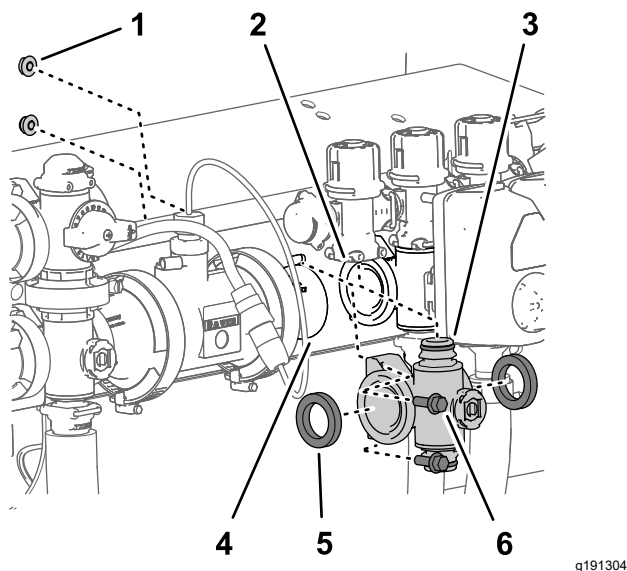

Bild 122
Bundkopfschrauben ($\frac{1}{4}'' \times \frac{3}{4}''$) und die zwei Sicherungsbundmutter ($\frac{1}{4}''$), mit denen der Abschnittventilverteiler an der Ventilstütze befestigt ist (Bild 122).
5. Schieben Sie den Abschnittventilverteiler und die Dichtungen nach unten, um einen Abstand zum Abschnittsicherheitsventil zu erhalten; entfernen Sie sie dann von der Maschine (Bild 122).